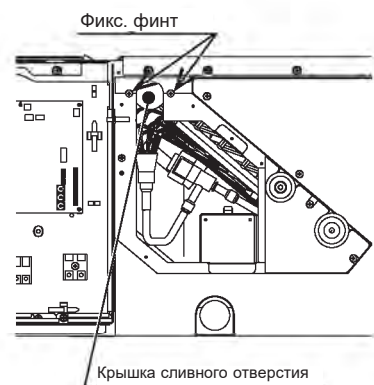

Рис. 3-3
(3) Снимите крепежные винты (2 места), показанные на рис. 3-3, и крышку сливного отверстия.